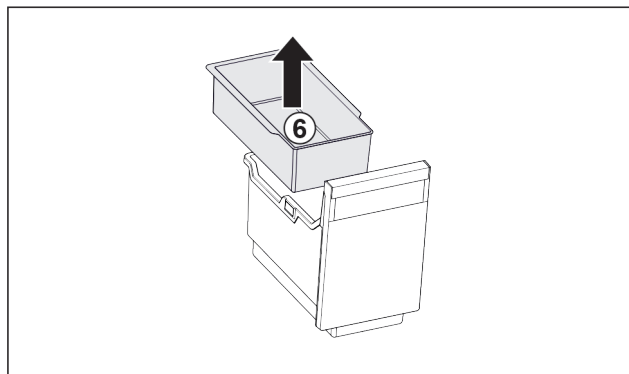

Fig. 195
- ▶ Vyjměte závěsnou misku Fig. 195 (6).